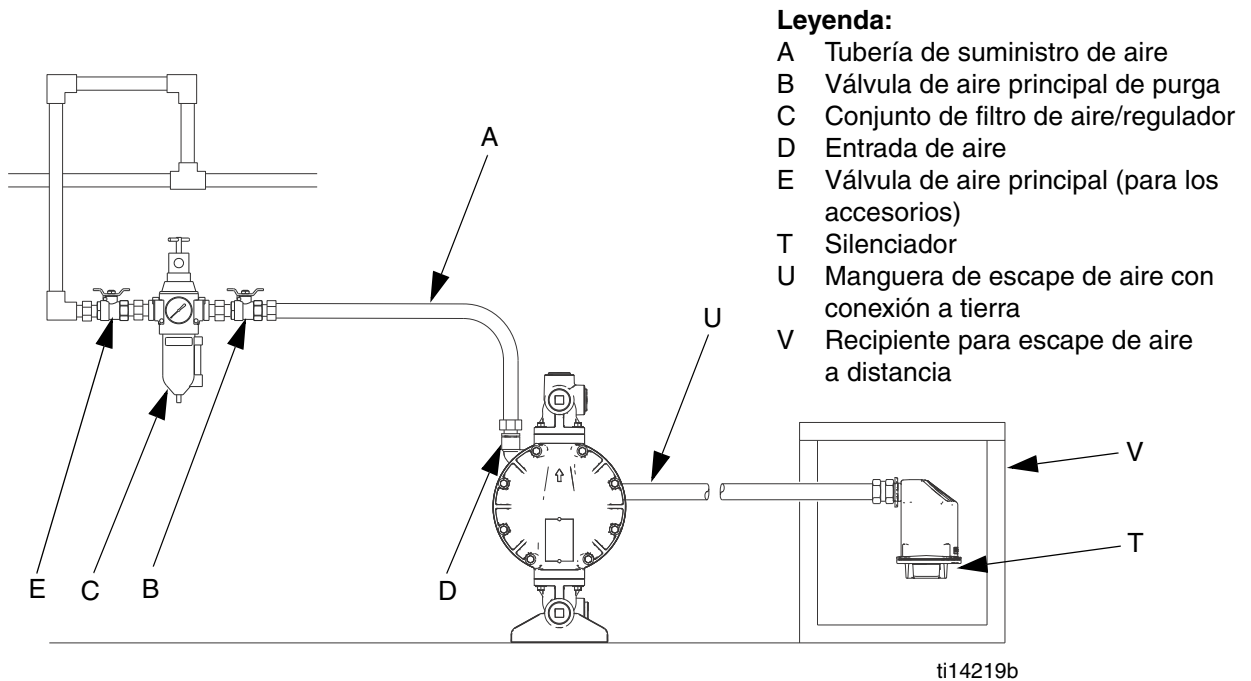

FIG. 3. Ventilación del aire del escape
1. Conecte la tubería de suministro de aire a la bomba (A, FIG. 3, página 10).
2. Inserte la tubería de 5/32 de D.E. en la conexión de empujar para conectar en cada válvula piloto (113).